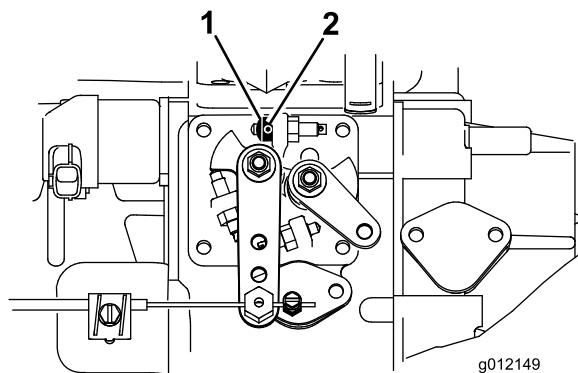

Bild 6
1. Lösen Sie die Stellschraube am Gasbedienungsanschlagn (Bild 6).
2. Schieben Sie den Gasbedienungsanschlagn auf die hohe Leerlauf-Anschlagschraube (Bild 6). Das abgeschrägte Ende des Gasbedienungsanschlagns muss nach außen zeigen.